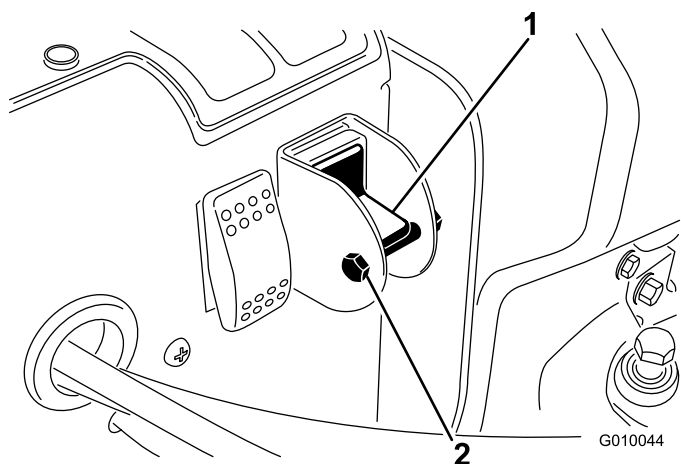

Figura 30
3. Retire el tornillo de caperuza y la tuerca que bloquean el interruptor de selección (Figura 30).